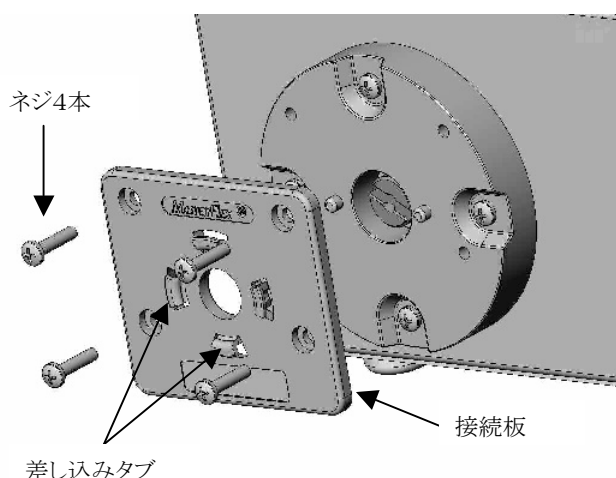
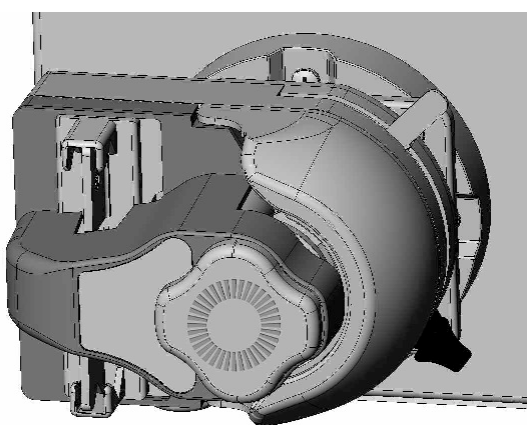

図1: 接続板の取り付け位置
図4: 差し込みタブセット後の図
1. 接続板がまだ固定されていない場合、接続キットに含まれるネジ4本を使ってポンプドライブに固定してください(図1)。
2. ドライブとポンプヘッド背面を向き合わせます。ポンプヘッドシャフトの突起部を、ドライブ側のシャフトの溝に差し込みます。接続板の差し込みタブとポンプヘッド背面の凹み部分の位置を合わせます(図1、2、3)。ポンプヘッドを接続しようとする位置から30° 反時計方向に回します。ポンプヘッドをぐっと押し込むことができたなら、時計方向に動かなくなるところまで回します(約30°、図4)。ロックレバーがより背面側にはまり、自動的にポンプヘッドと接続板をロックします。